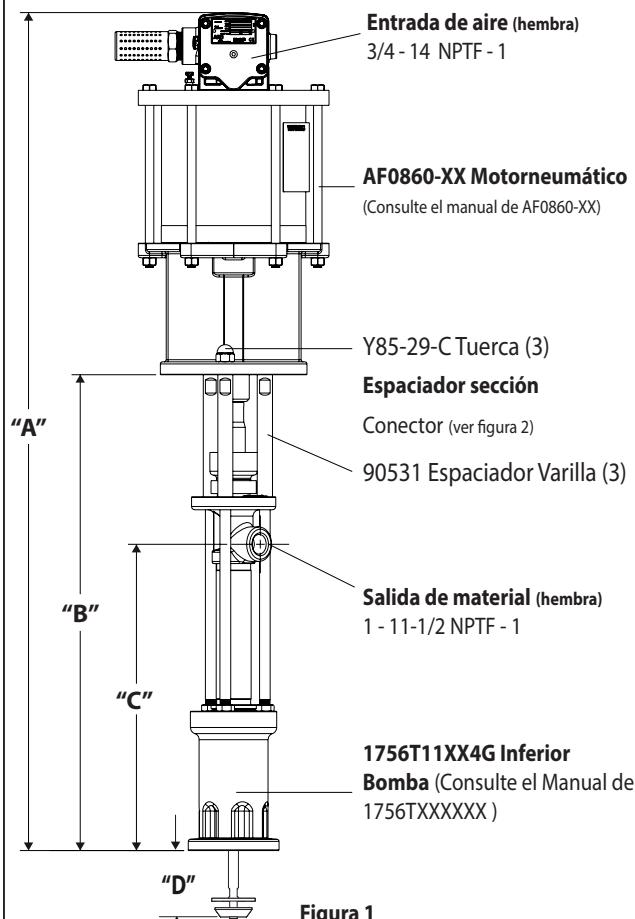

Figura 1
- Retire los tres tornillos de cabeza (Y85-29-C) de las tres varillas del (90531) espaciador rod (ver figura 1).